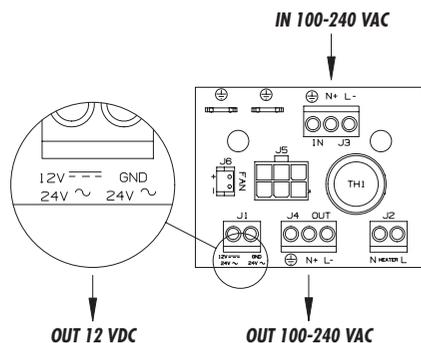
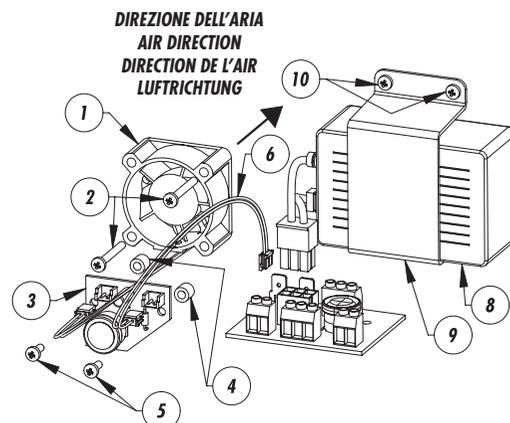

Fig. 4
Fig. 2
- ⚠ **Il ventilatore è contrassegnato da una freccia indicante la direzione del flusso d'aria prodotto che deve essere rivolta verso l'esterno della custodia (Fig. 2).**
- ⚠ **La flèche du ventilateur indique la direction du flux d'air produit et doit être dirigée vers l'extérieur du caisson (Fig. 2).**
- ⚠ **The fan is marked by an arrow, showing the direction of the airflow produced by the fan, and this should point towards the outside of the housing (Fig. 2).**
- ⚠ **Der Ventilator ist durch einen Pfeil gekennzeichnet, der in Richtung des entstehenden Luftstromes zeigt, also normalerweise aus dem Gehäuse heraus (Fig. 2)**
- Collocare il ventilatore (1) nell'apposito alloggiamento previsto sul fondo posteriore della custodia (Fig. 2).
- Fissare il ventilatore con le due viti (2) fornite in dotazione al kit (Fig. 2).
- Montare il circuito (3) del ventilatore (Fig. 3) nel previsto alloggiamento sul fondo posteriore della custodia con gli appositi distanziali (4) e viti (5) forniti in dotazione al kit (Fig. 2).
- Collegare il morsetto FAN (J6) del circuito di appoggio (Fig. 4) con il morsetto V IN (J1) del circuito del ventilatore con l'apposito cavetto (6) fornito in dotazione al kit (Fig. 2).
- Posizionare l'alimentatore (8) nell'apposito alloggiamento sul fondo posteriore della custodia (Fig. 2).
- Fissare l'alimentatore al fondo della custodia con il supporto (9) e le viti (10) in dotazione al kit.
- Inserire il connettore a sei poli del cavo dell'alimentatore nel connettore J5 (Fig. 4).
- Installer le ventilateur (1) dans le logement prévu sur le panneau postérieur du caisson (Fig. 2).
- Fixer le ventilateur au moyen des deux vis (2) fournies avec le kit (Fig. 2).
- Monter le circuit (3) du ventilateur (Fig. 3) dans le logement prévu sur le panneau postérieur du caisson au moyen des entretoises (4) et des vis (5) fournies avec le kit (Fig. 2).
- Connecter la borne FAN (J6) du circuit d'appui (Fig. 4) avec la borne V IN (J1) du circuit du ventilateur avec le petit câble (6) fourni avec le kit (Fig. 2).
- Positionner l'alimentateur (8) dans son logement dans le fond du caisson (Fig. 2).
- Fixer l'alimentateur au fond du caisson avec le support (9) et le vis (10) en dotation.
- Brancher le connecteur à 6 poles de l'alimentateur dans le connecteur J5 (Fig. 4).
- Position the fan (1) in the special seating provided on the rear cover plate of the housing (Fig. 2).
- Fasten the fan with the two screws (2) supplied with the kit (Fig. 2).
- Assemble the fan circuit (3) (Fig. 3) in the seating provided on the rear cover plate of the housing, using the appropriate spacers (4) and screws (5) supplied with the kit (Fig. 2).
- Connect the FAN (J6) terminal of the support circuit (Fig. 4) with the V IN (J1) terminal on the fan circuit using the special cable (6) supplied with the kit (Fig. 2).
- Place the power supply (8) in the provided on the rear cover plate of the housing (Fig. 2).
- Fasten the power supply on the rear cover plate of the housing with the support (9) and screws (10) supplied with the kit (Fig. 2).
- Der Ventilator (1) wird in der extra vorgesehenen Aufnahmestelle auf der hinteren Abdeckplatte des Gehäuses untergebracht (Fig. 2).
- Der Ventilator wird mit den beiden beiliegenden Schrauben (2) befestigt (Fig. 2).
- Der Schaltkreis (3) des Ventilators (Fig. 3) wird an der vorgesehenen Aufnahmestelle auf der hinteren Abdeckplatte des Gehäuses montiert. Dazu dienen die zugehörigen Abstandhalter (4) und Schrauben (5), die ebenfalls dem Bausatz beiliegen (Fig. 2).
- Die Klemme FAN (J6) der Trägerschaltung (Fig. 4) wird über die beiliegenden Litze (6) mit der Klemme V IN (J1) der Ventilatorschaltung verbunden (Fig. 2).
- Den Netzteil (8) in den dazugehörigen Sitz am Rückboden des Gehäuses einsetzen (Fig. 2).
- Den Netzteil an den Rückboden des Gehäuses mit den mitgelieferten Halterung (9) und Schrauben (10) befestigen.